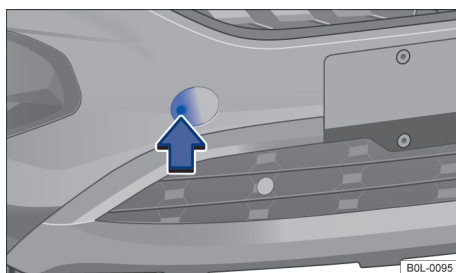

图 129 前保险杠上右侧：取下盖板
- 沿箭头方向按压盖板的右侧区域 → 图 129，松开盖板的卡止件。